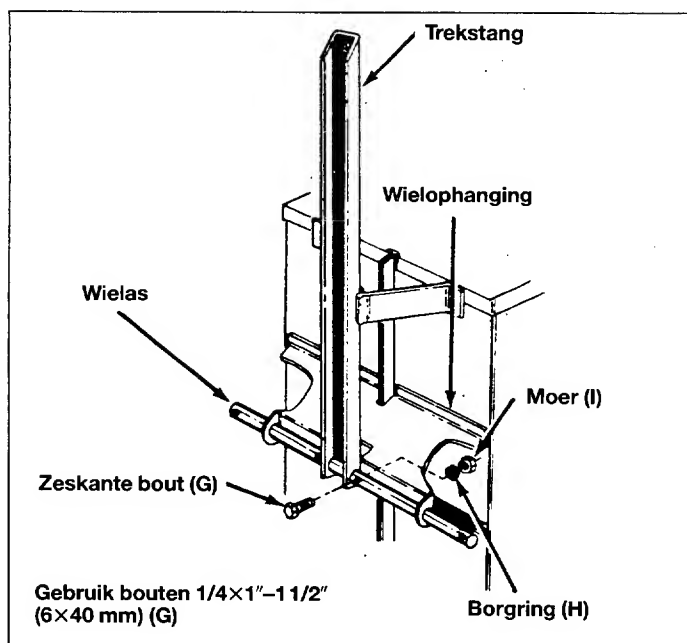

Fig. 11
16. Monteer de wielas en de trekstang in de wielophanging. Zorg er voor dat trekstang met de geopende zijde naar beneden gemonteerd wordt. Zet de as vast in de wielophanging met bout 6×40 mm (G), borgringen (H) en moeren (I). Zie fig. 11.